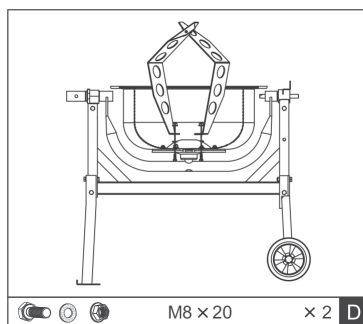

Bild 8
5. Montera blandarbladen. Ställ in härfÖR blandarbladen på trummans botten och montera dem med två M8x16-bultar och muttrar. Använd en läderskiva mellan trumgolvet och knivarna. Dra åt skruvarna endast lätt (D), bild 8.